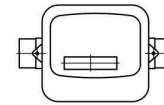
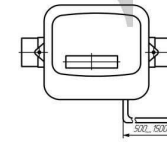

Рисунок 1
Рисунок 2
- без импульсного выхода и с импульсным выходом (рисунок 1 и рисунок 2);
Длина кабеля, м	от 0,5 до 1,5 (стандартная – 0,5), см. рисунок 2